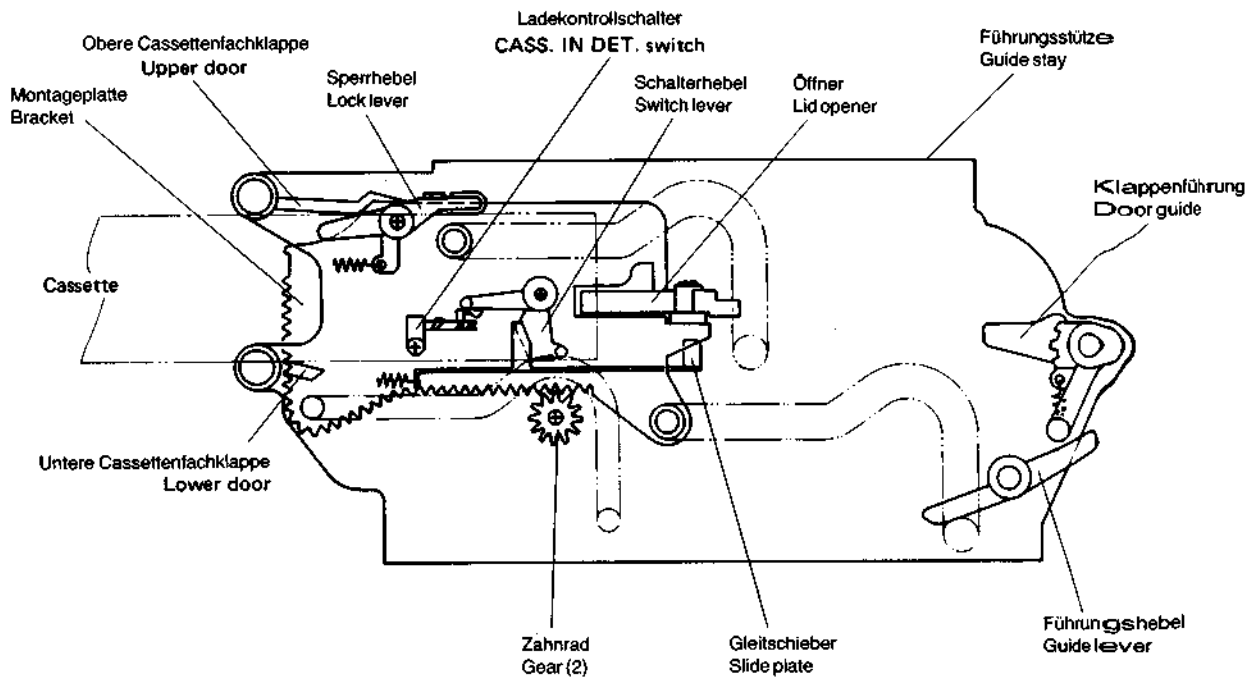
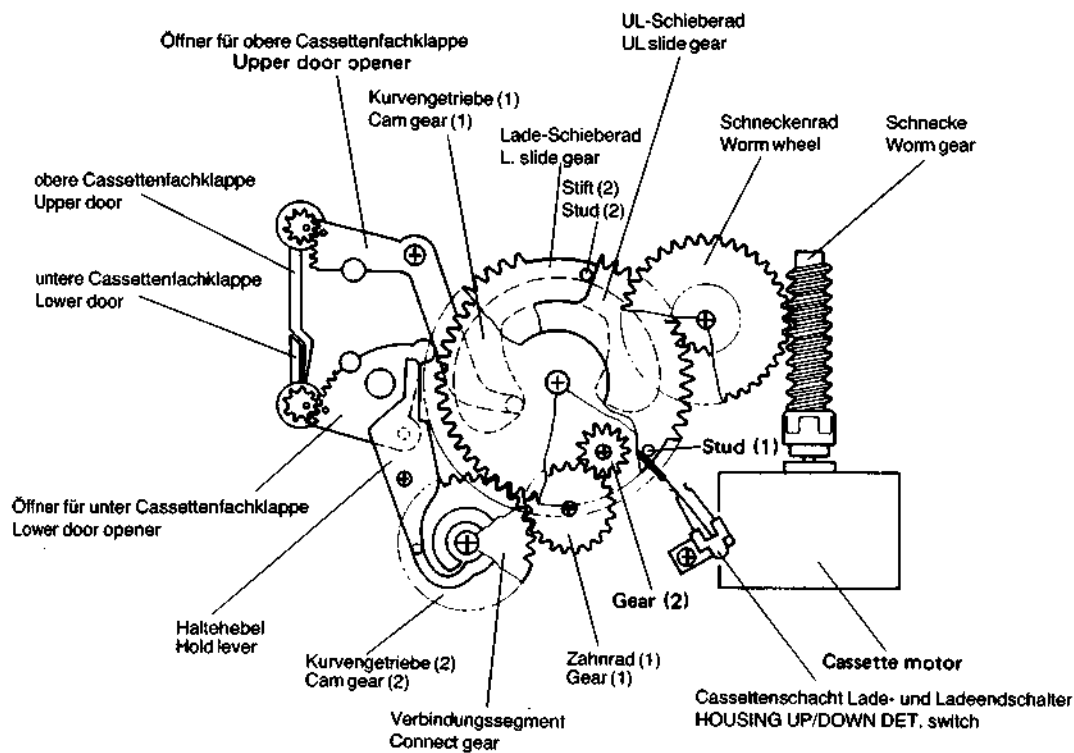

Fig. 2-9 Lademechanik für Cassette
Fig. 2-10 Antriebsmechanik für Cassettenschacht
Wie in Fig. 2-9 dargestellt, wird beim Einsetzen einer Cassette die obere und untere Cassettenfachabdeckung durch einfaches Gegen drücken geöffnet. Durch weiteres Einschleiben der Cassette wird der Gleitschieber bewegt und dieser dreht den Schalterhebel nach links. Dadurch wird der Ladekontrollschalter, geschlossen.
Wenn der Cassettenmotor in Vorwärtsrichtung dreht, wird das Zahnrad (2) über das Zahnradgetriebe rechts herum gedreht (siehe Fig. 2-10). Dadurch wird die Montageplatte der Cassettenaufnahme in den Führungsnuten weitgeschoben (siehe Fig. 2-9, Seite 21, 22).
As indicated in Fig. 2-9, inserting a cassette presses open the upper and lower doors. Further insertion contacts the slide plate and imparts counter-clockwise rotation to the switch lever. This presses the cassette in detect switch.
When the cassette motor turns in the forward direction, the gear train shown in Fig. 2-10 turns gear (2) clockwise. This causes the bracket (Fig. 2-9) to shift in the guide stay channel (Page 21, 22).
Die Fig. 2-10 zeigt die Mechanik in Stellung „Entlade-Ende“. Der Stift (1) auf dem UL-Schieberad (Entlade-Schieberad) drückt auf den Entlade-Endschalter (Seite 21/22).
Das Kurvengetriebe (1) steuert den Öffner für die obere Cassettenfachabdeckung (Fig. 2-10).
Fig. 2-10 shows the eject end state. Stud (1) of the UL slide gear presses the housing up detect switch (Page 21, 22).
Cam gear (1) controls the upper door opener (Fig. 2-10). The door can be opened and closed at the wide section of the cam.